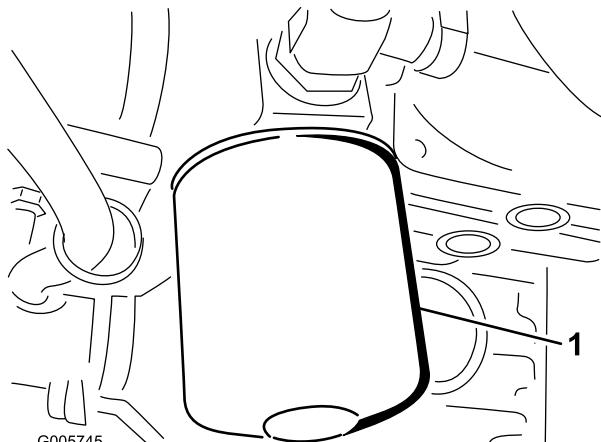

Bild 76
1. Reinigen Sie den Bereich um den HydraulikölfILTER. Nehmen Sie den Filter von der Fassung ab (Bild 76) und reinigen Sie die Filterbefestigungsoberfläche.